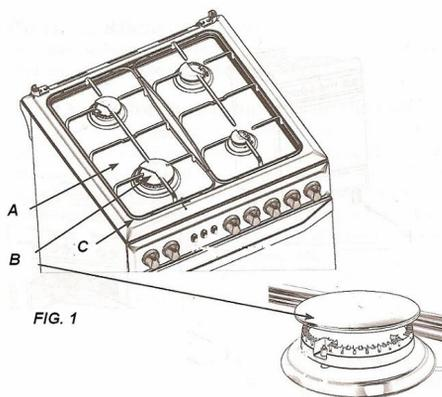

FIG. 1
- retirar las rejillas, las tapas y los cuerpos de quemadores, **(Fig. 1)**